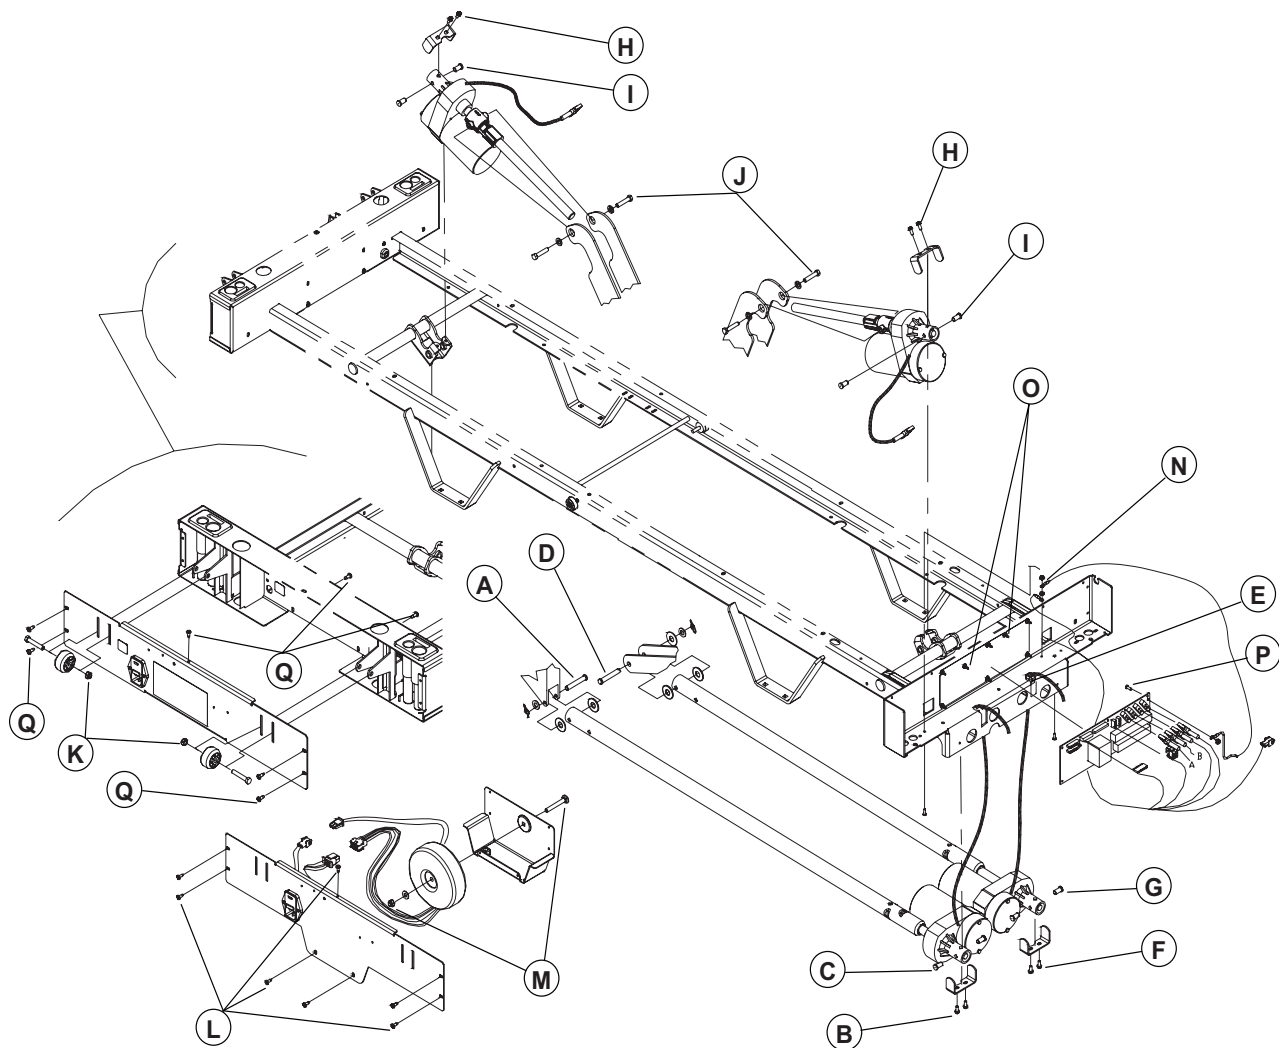

Figure 4.3C
5. À l'aide de pince à long bec, retirez la goupille enroulante, les rondelles et l'axe de chape (D, figure 4.3C, page 42) rattachant les bras du levier de la section de cuisse au tube du vérin de cuisse.
À moins d'indications contraires, référez-vous à la figure 4.3C à la page 42 pour la procédure de remplacement qui suit.
À moins d'indications contraires, référez-vous à la figure 4.3C page 42 pour la procédure de remplacement qui suit.